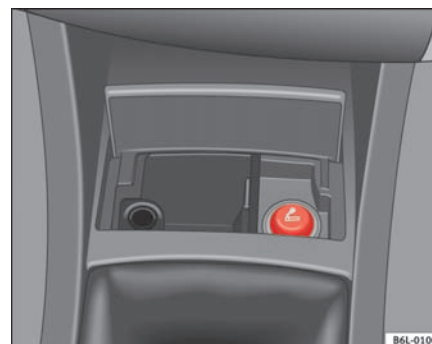

Fig. 85 Lighter
- Tryk på lighteren ⇒ fig. 85 for at tænde den ⇒ **A**.